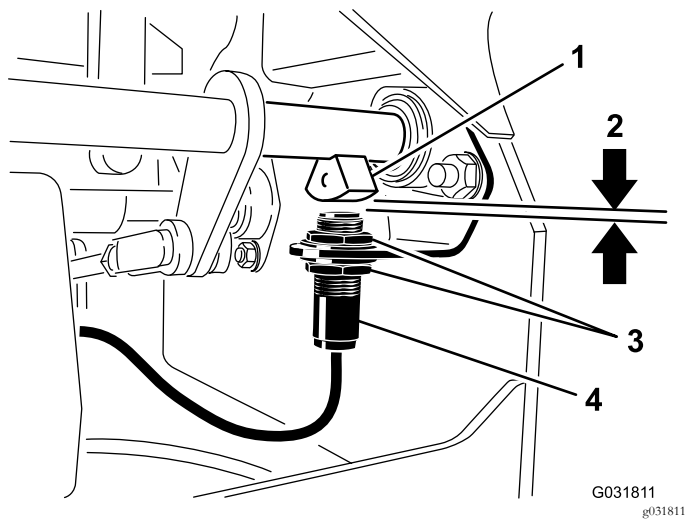

Bild 49
4. Schieben Sie den Schalter an der Halterung nach oben oder unten, bis der Abstand zwischen dem Bremswellensensor und dem Schalterplunger 4 mm beträgt, wie in Bild 49 abgebildet.